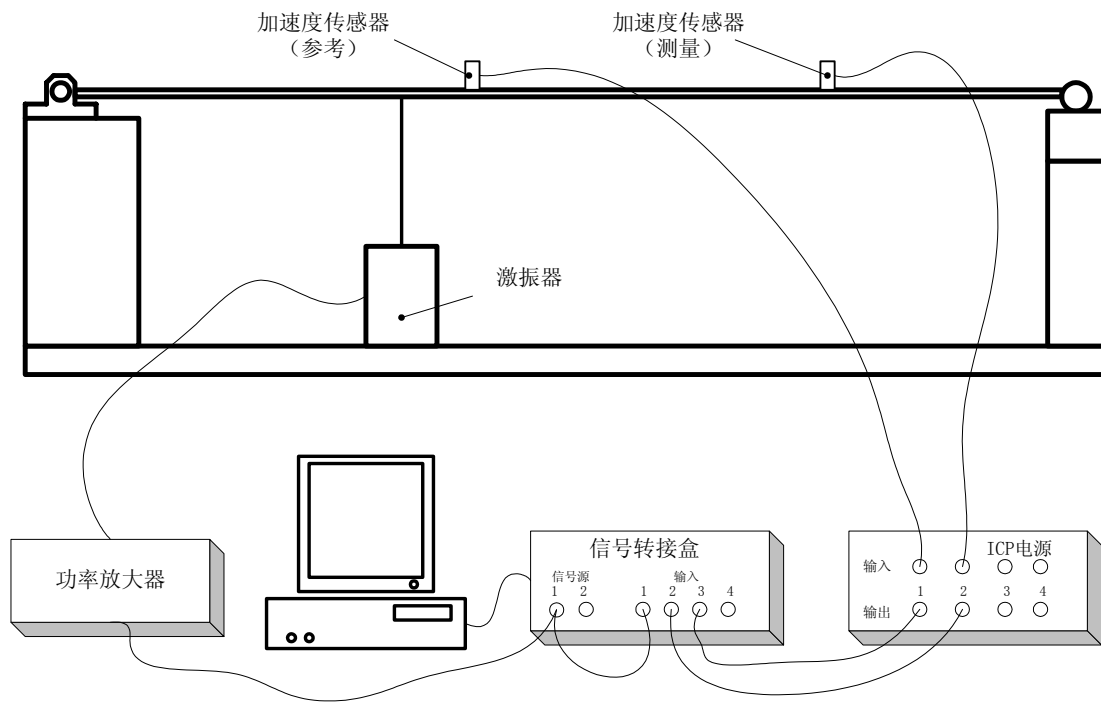

图 7-1 双筒支梁固有频率与振型测量实验原理图
- 按图 7-1 将综合实验台装配成双筒支梁结构。
- 按图 7-1 连接各测试设备。